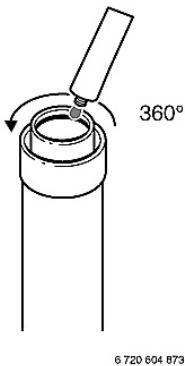

Fig. 18
- ▶ Breng een beetje vet zonder oplosmiddel noch siliconen aan op de dichting aan de uitgangsszijde. (fig. 18)
- ▶ Appliquer un peu de graisse sans solvants ni silicones sur le joint d'étanchéité du côté de l'échappement (fig. 18).